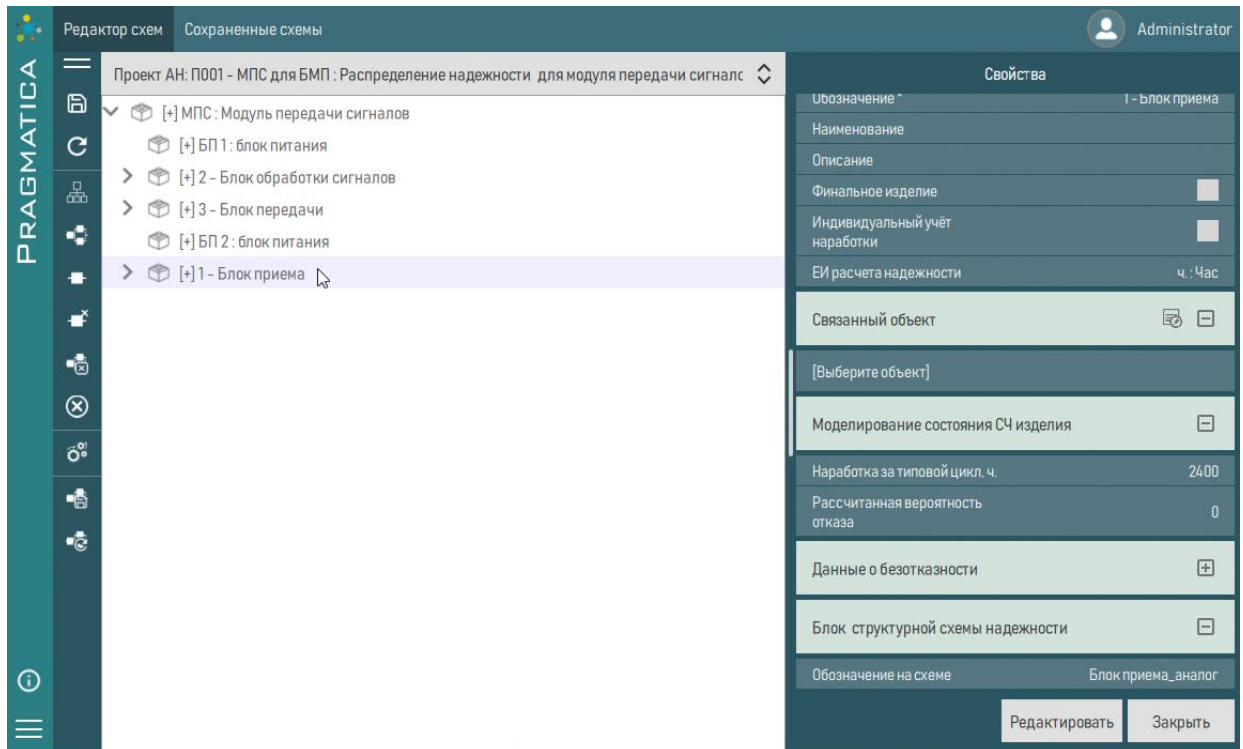

Рисунок 297 – Пример окна свойств элемента «1 – Блок приема»
- 2) Откроется окно свойств выделенного элемента (рисунок 297).